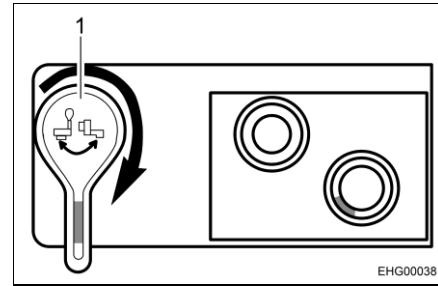

Bild 51 Ablassventil, geöffnet
- Ablassventil öffnen. Dazu den Hebel des Ablassventils 90° im Uhrzeigersinn drehen (siehe Bild 51,1).